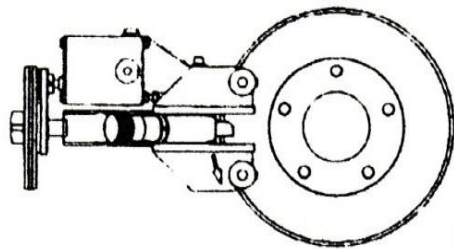

Fig. 40
2. При необходимости переверните головку на 180° так, чтобы подача питания была снизу, рис. 40.